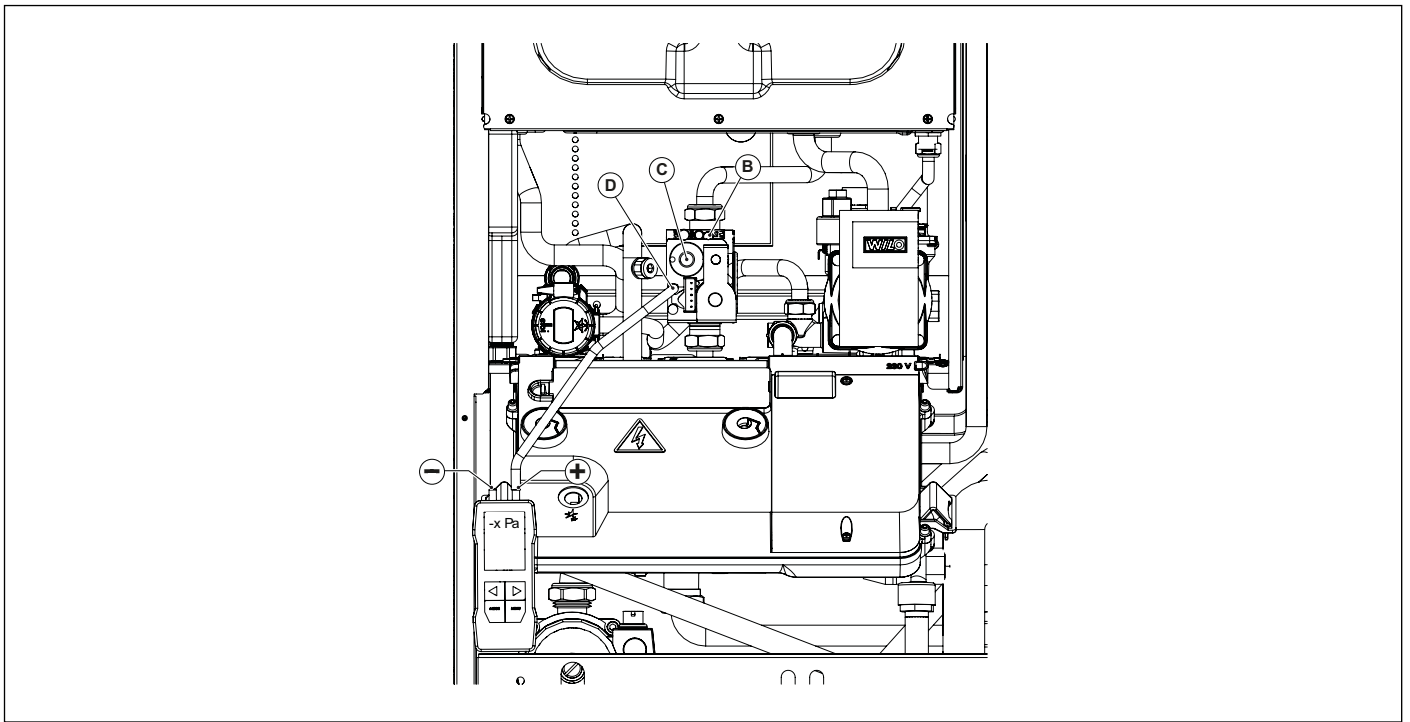

Fig. 40 Regolazione pressione di offset
- Aprire la vite della presa di pressione di offset **D** e collegarla all'ingresso positivo (*) del manometro differenziale (vedi Fig. 40 Regolazione pressione di offset).